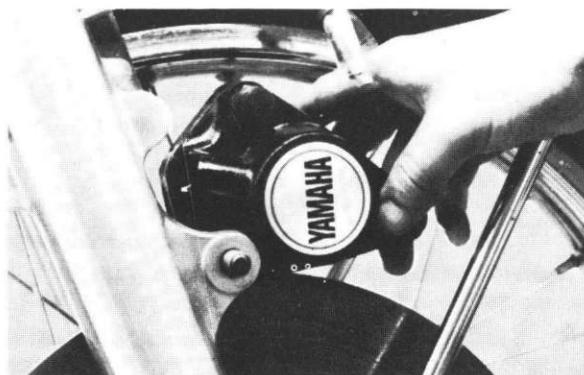

Fig. 5-3-14
- 3) Rotate the caliper ass'y upward, and remove it. (Fig. 5-3-14)
- 3) Retirer les mâchoires en les faisant pivoter vers le haut. (Fig. 5-3-14)
- 3) Zangengehäuse nach oben drehen und herausnehmen. (Abb. 5-3-14)